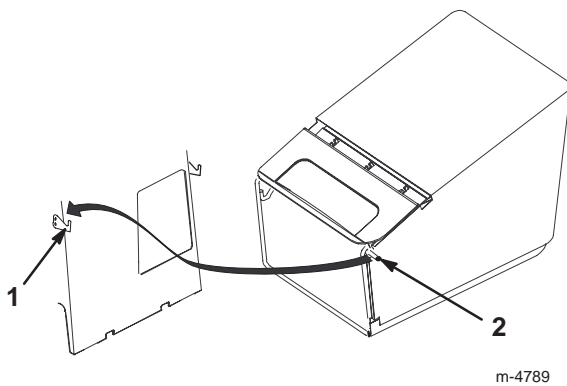

Figure 17
5. Accrochez les ergots du cadre du bac à herbe dans les crochets du plateau de coupe, comme illustré à la Figure 17.
4. Décrochez le cadre du bac du plateau de coupe et enlevez-le de l'ouverture, comme illustré à la Figure 17.